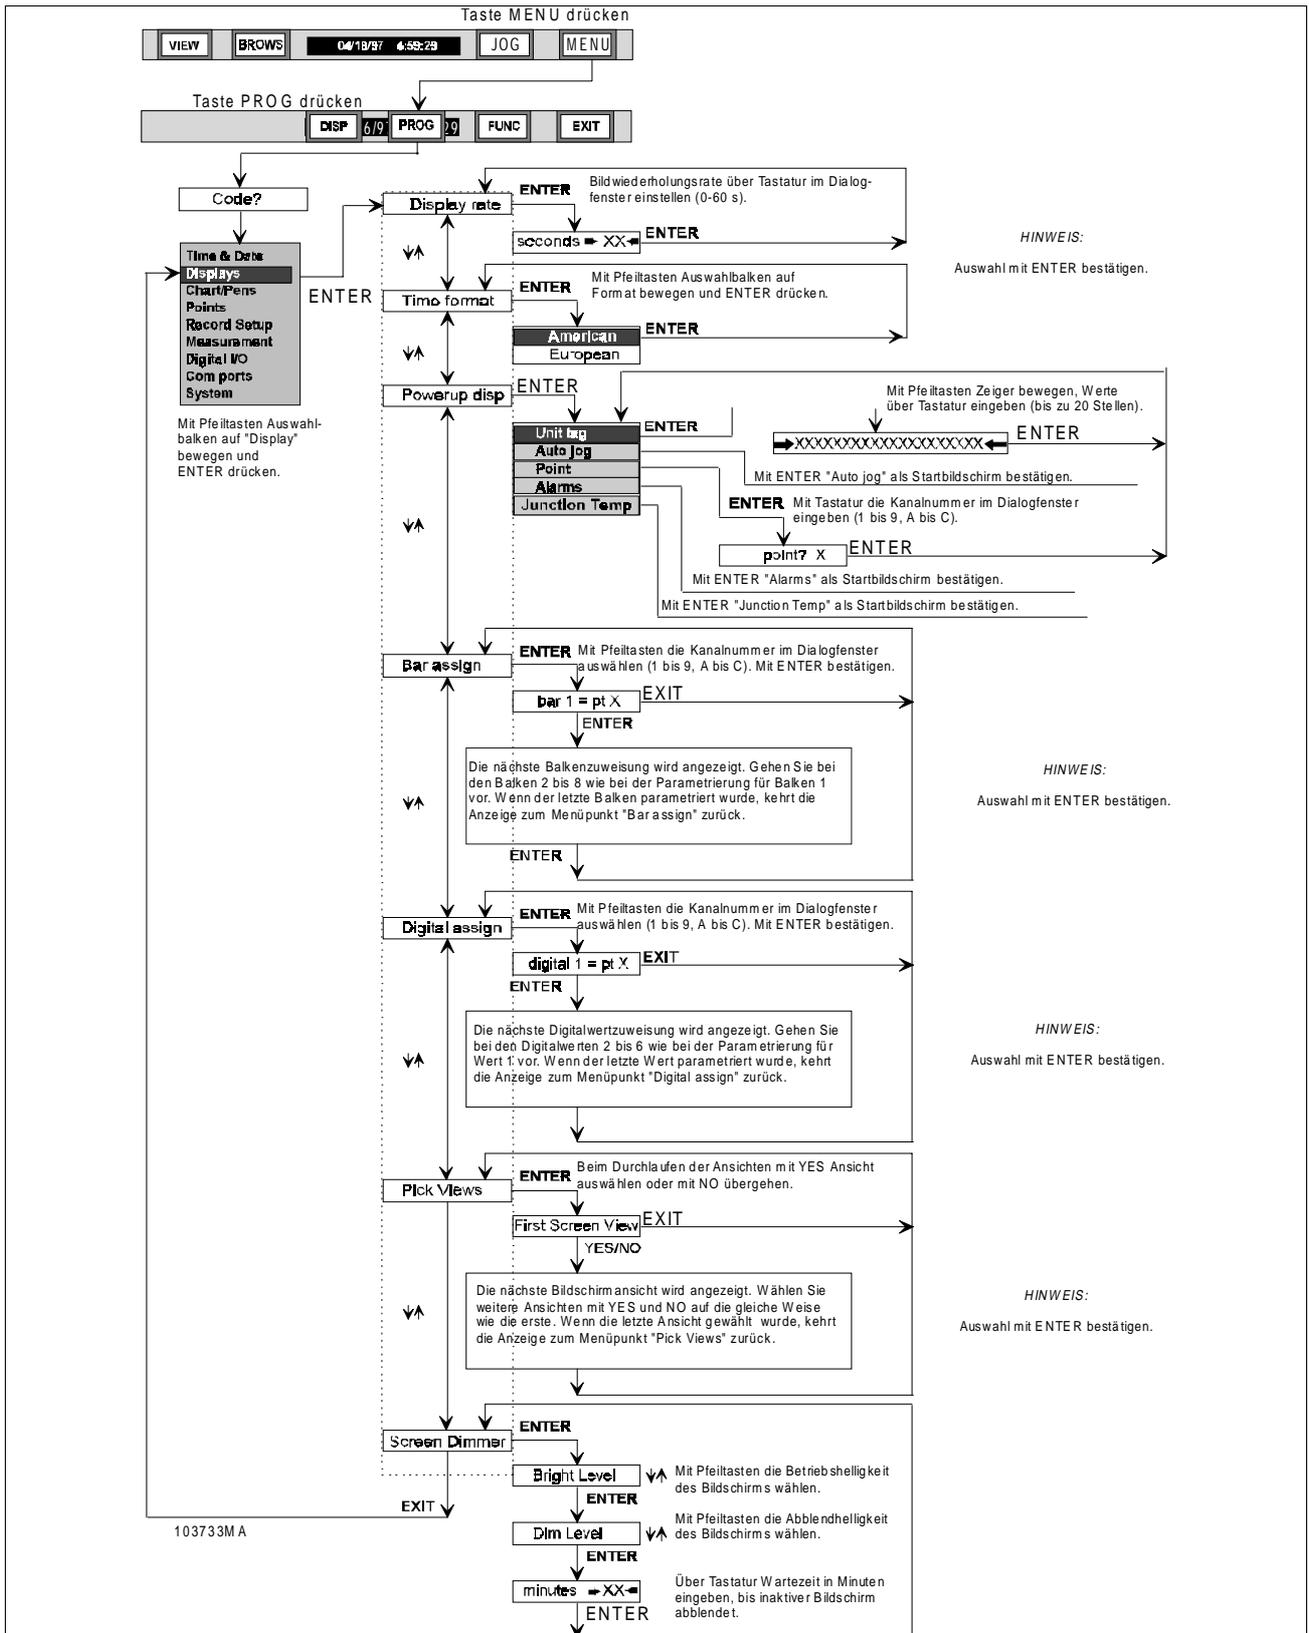

Bild 4-6 Ablaufdiagramm Menü "Displays"
4.4.3 Bildwiederholungsrate einstellen. Über den Menüpunkt "Display Rate" legen Sie fest, in welchen Zeitabständen die Statuszeile aktualisiert wird. Die Bildwiederholungsrate steuert das automatische Umschalten und die Aktualisierung der Schrieb- bzw. Alarmanzeige. Sie kann in Sekundenintervallen zwischen 0 und 60 s definiert werden; die Werkseinstellung beträgt 1 s. Beachten Sie beim Einstellen der Bildwiederholungsrate die folgenden Anweisungen und das Ablaufdiagramm in Bild 4-6. Die Parametrierschritte entsprechen der Reihenfolge in der Menüauswahl.
4.4.4 Datumsformat. Über den Menüpunkt "Time Format" können Sie die Datumsanzeige auf europäisches oder amerikanisches Format einstellen. Das europäische lautet "Tag/Monat/Jahr", Temperaturen werden dabei in °C ausgegeben. Amerikanisches Format gibt das Datum als "Monat/Tag/Jahr" und die Temperaturen in °F aus. Beachten Sie beim Einstellen des Datumsformats die folgenden Anweisungen und das Ablaufdiagramm in Bild 4-6.
4.4.5 Startbildschirm. Über den Menüpunkt "Powerup Display" können Sie den Startbildschirm auf eine von fünf verschiedene Anzeigen einstellen: entweder Geräteerkennung, Umschaltautomatik, Kanal, Alarme oder Klemmentemperatur (zur Menüsteuerung dieser Auswahl siehe Bild 4-6). Der Startbildschirm wird eingestellt wie folgt:
B. Umschaltautomatik – Über den Menüpunkt "Autojog" kann der Startbildschirm auf eine automatisch wechselnde Anzeige der Kanäle mit Zustand und Meßwert eingestellt werden. Die Bildwiederholungsrate wird über den Menüpunkt "Display rate" eingestellt. Beachten Sie beim Einstellen des automatischen Umschaltens die folgenden Anweisungen und das Ablaufdiagramm in Bild 4-6
C. Kanäle – Über den Menüpunkt "Points" können Sie die Anzeige eines Kanals im Startbildschirm mit Kanalnummer, Meßwert und Einheit einstellen. Der Meßwert blinkt, falls an dem ausgewählten Kanal ein Alarm anliegt. Beachten Sie beim Einstellen die folgenden Anweisungen und das Ablaufdiagramm in Bild 4-6.
D. Alarme – Über den Menüpunkt "Alarms" können Sie im Startbildschirm eine mit der eingestellten Bildwiederholungsrate wechselnde Anzeige aller Kanäle festlegen, an denen ein Alarm anliegt. Alle im Alarmzustand stehenden Kanäle werden angezeigt. Liegt kein Alarm an, erscheint im Startbildschirm die Meldung "NO ALARMS" ("Keine Alar-me"). Beachten Sie beim Einstellen die folgenden Anweisungen und das Ablaufdiagramm in Bild 4-6.
E. Klemmentemperatur – Über den Menüpunkt "Junction Temp" können Sie die Anzeige der Klemmentemperatur für eine Vergleichsstelle einstellen. Die Werte werden in der Statusleiste in °C ausgegeben (in °F, wenn amerikanisches Datumsformat eingestellt ist). Beachten Sie beim Einstellen die folgenden Anweisungen und das Ablaufdiagramm in Bild 4-6.
4.4.6 Balkenanzeige zuweisen. Über den Menüpunkt "Bar Assign" können Sie Kanäle einem Balkendiagramm zuordnen. Beachten Sie dabei die folgenden Anweisungen und das Ablaufdiagramm in Bild 4-6.
Beachten Sie beim Zuordnen von Kanälen zur Digitalwertanzeige die folgenden Anweisungen und das Ablaufdiagramm in Bild 4-6.
4.4.8 Ansichten auswählen. Über den Menüpunkt "Pick Views" können Sie die Ansichten wählen, zwischen denen Sie mit der Taste **VIEW** umschalten. Kurvenschrieb und Alarmprotokoll sind immer aktiv. Beachten Sie bei der Auswahl der Ansichten die folgenden Anweisungen und das Ablaufdiagramm in Bild 4-6.
4.4.9 Bildschirmabblendung. Über den Menüpunkt "Screen Dimmer" können Sie eine zwischen 0 und 720 min definierte Überwachungszeit festlegen, nach der der Bildschirm abgeblendet wird. Beachten Sie beim Einstellen von Betriebshelligkeit, Abblendhelligkeit und Überwachungszeit die folgenden Anweisungen und das Ablaufdiagramm in Bild 4-6.